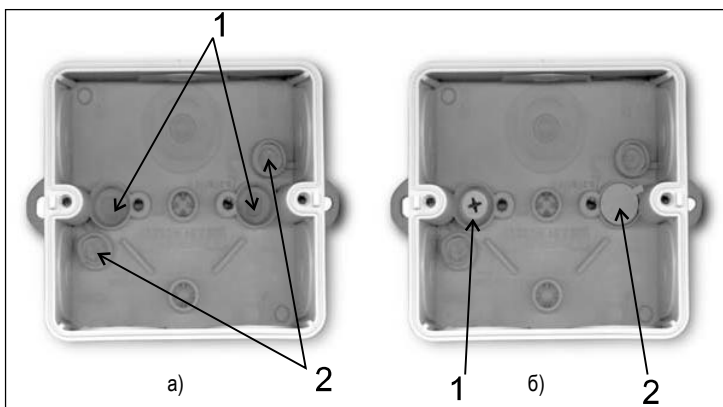

Рис. 73. Монтаж корпуса.
- Крепление осуществить через специальные отверстия (см. рис. 73а), которые потом закрываются резиновыми заглушками, приклеенными ко дну корпуса (их следует оторвать и вставить в специальные чашки, внутри которых находятся крепежные отверстия корпуса). Это обеспечит максимальную защиту устройства от пыли и влаги. Если плату P-5.5 разместить, как показано на рис. 70б), то для проводов предоставляются четыре отверстия в боковых стенках корпуса. Для получения доступа к трем отверстиям в боковых стенках корпуса и одному на дне необходимо повернуть плату P-5.5 внутри корпуса на 180°.